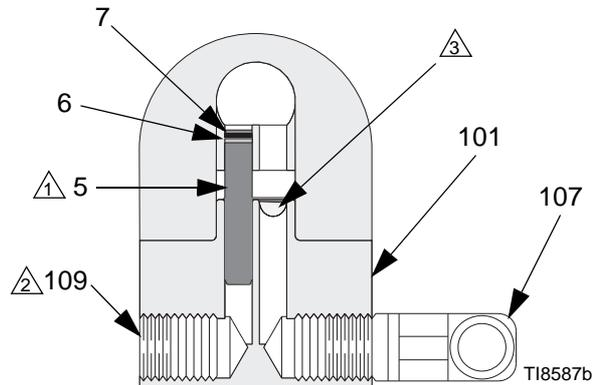

FIG. 1: Se muestra la configuración sin circulación (vista de corte)
1. Vea la FIG. 1. Aplique lubricante antiagarrotamiento 222955 a las roscas y a las superficies de acoplamiento del colector (101), tapón (109) y codo (107), que se suministran desarmados.
2. Instale un codo (107) en una lumbrera de fluido del colector (101) y un tapón (109) en la otra lumbrera.
3. Instale el tapón interno (5) en la lumbrera de fluido de la pistola del mismo lado que el tapón del colector.
4. Conecte la tubería de suministro de fluido al codo del colector (107).
5. Instale la pistola en el colector usando los cuatro tornillos (17). Inicie las roscas de los cuatro tornillos. Apriete primero los dos tornillos delanteros y luego apriete los dos tornillos traseros a 7,3 N•m (65 pulg-lb).
- ⚠ Sustitúyalo con un racor reductor (107) cuando se usa en sistemas con circulación.